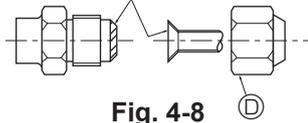

Fig. 4-8
(A) (Fig. 4-8)
(B) (Fig. 4-8)
4.2. Collegamento dei tubi (Fig. 4-8)